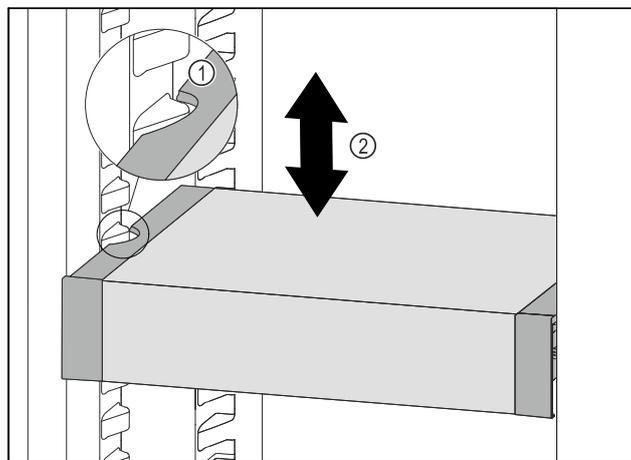

Fig. 82
- Tirare VarioSafe in avanti fino a quando le cavità laterali di VarioSafe non si trovano al livello della nervatura del contenitore nel vano frigorifero. Fig. 82 (1)
- Spostare VarioSafe verso l'alto o verso il basso nel vano frigorifero fino a raggiungere l'altezza desiderata. Fig. 82 (2)